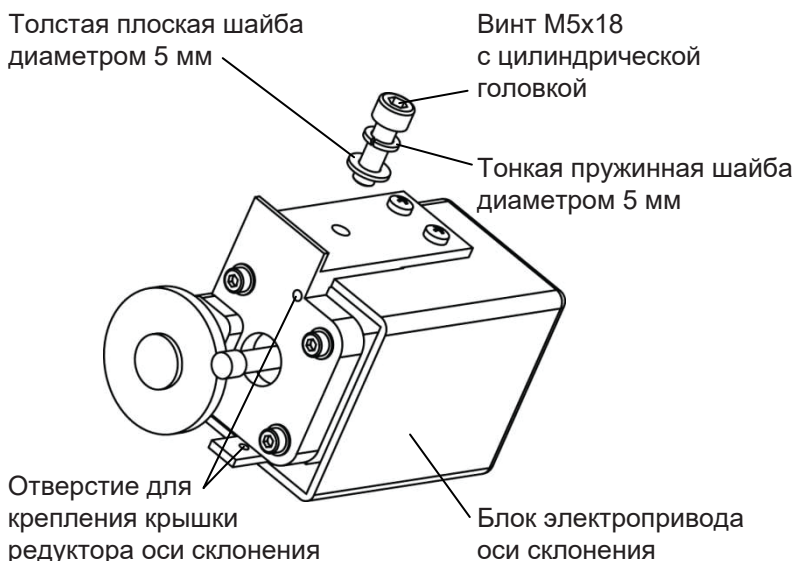

Рис. 4
2.3: Установите блок электропривода оси склонения и крышку редуктора оси склонения (как показано на рис. 4 и 5)